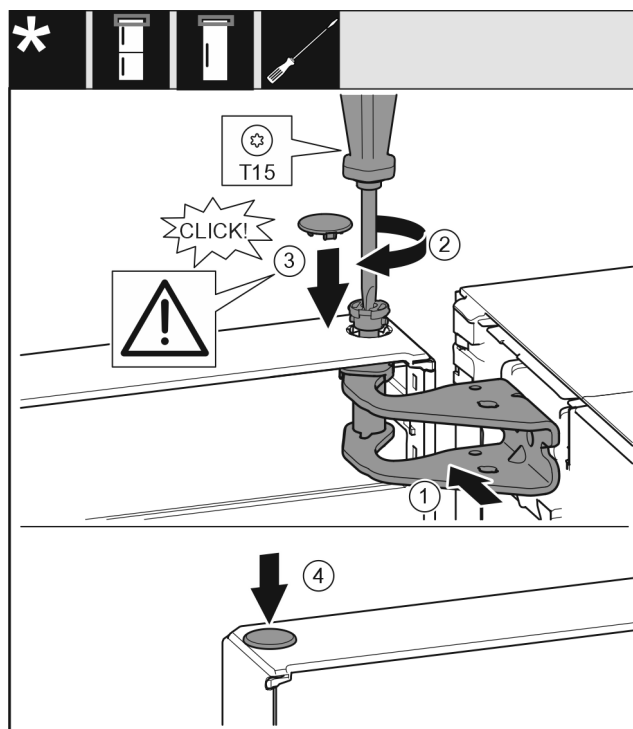

Fig. 23
- Dveře nahoře vyrovnejte s otvorem ve stojanu ložiska Fig. 23 (1).
- Vložte čep Fig. 23 (2) a pevně jej utáhněte šroubovákem.
- Nasadte kryt Fig. 23 (3).
- Zkontrolujte, zda kryt Fig. 23 (3) doléhá na dveře.
- Nasadte kryt Fig. 23 (4).